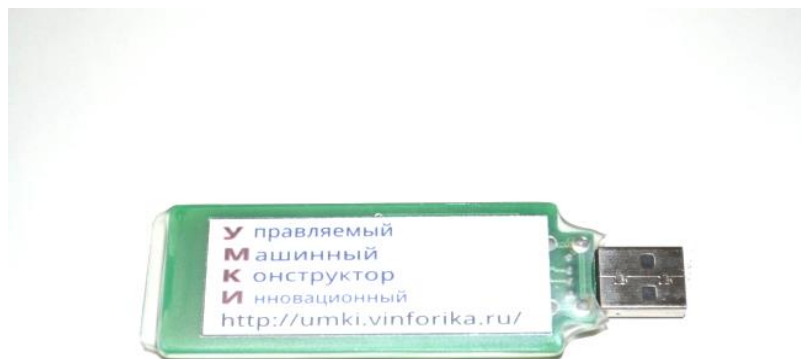

Рисунок 2. Шлюз-координатор.
2. Шлюз - координатор сети, подключаемый к управляющему компьютеру через интерфейс USB -2 шт (рис.2).